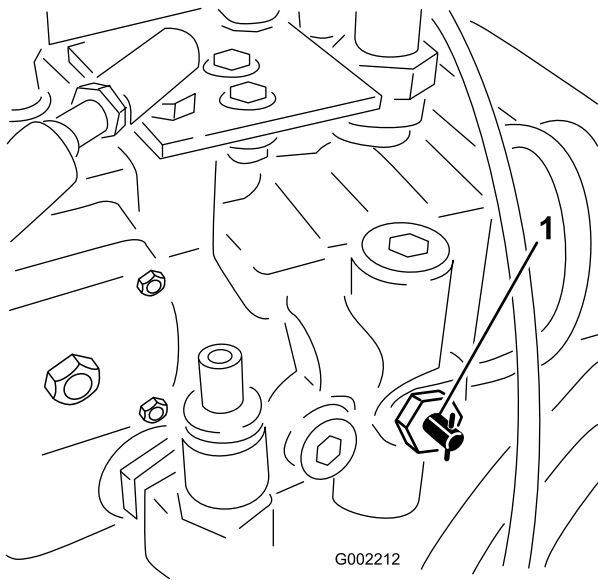

Figure 53
- Tournez la vanne de remorquage (Figure 53) de 90° dans un sens ou dans l'autre pour l'ouvrir.